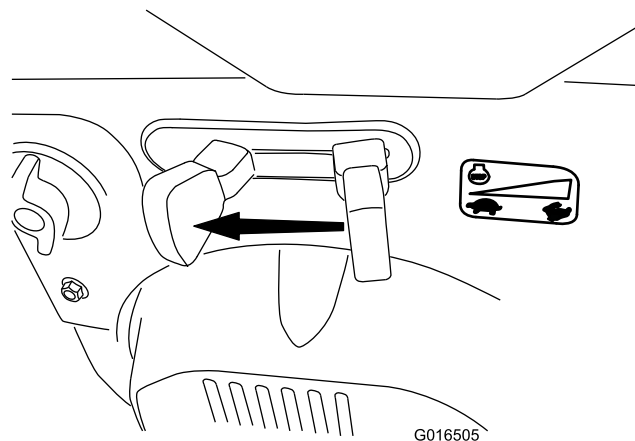

Рисунок 31
1. Передвиньте дроссельную заслонку в положение Slow (Медленно), а затем в положение Stop (Стоп) (Рисунок 31) для остановки двигателя. Двигатель также можно остановить, переместив ключ зажигания наружу, в среднее положение.